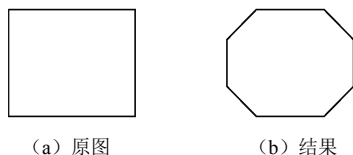

图 4-38 倒角示例二
(2) 如图 4-38 (a) 所示, 首先用矩形命令绘制一个  $80 \times 70$  的矩形, 将该多段线用距离 20 进行倒角。
结果如图 4-38 (b) 所示。
① 如果设定两距离为 0 和修剪模式, 可以通过倒角命令修齐两直线, 而不论这两条不平行直线是否相交或需要延伸才能相交。在提示选第二条直线时按住【Shift】键。
② 对多段线进行倒角时, 该多段线是封闭的, 才会出现图 4-38 所示的结果。如果该多段线最后一条线不能形成封闭的图形 (非 CLOSE), 则最后一条线和第一条线之间不会自动形成倒角。
③ 选择直线时的拾取点对修剪的位置有影响, 倒角发生在拾取点一侧。修剪模式下, 一般保留拾取点的线段, 而超过倒角的线段自动被修剪。